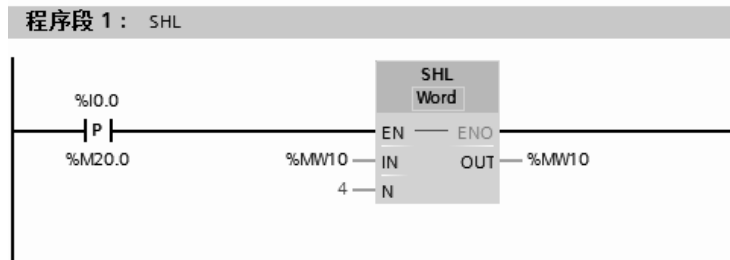

图 4-132 左移指令示例
用一个例子来说明左移指令，梯形图如图 4-132 所示。当 I0.0 闭合时，激活左移指令，IN 中的字存储在 MW10 中，假设这个数为 2#1001 1101 1111 1011，向左移 4 位后，
►【关键点】图 4-132 中的程序有一个上升沿，这样 I0.0 每闭合一次，左移 4 位，若没有上升沿，那么闭合一次，可能左移很多次。这点读者要特别注意。